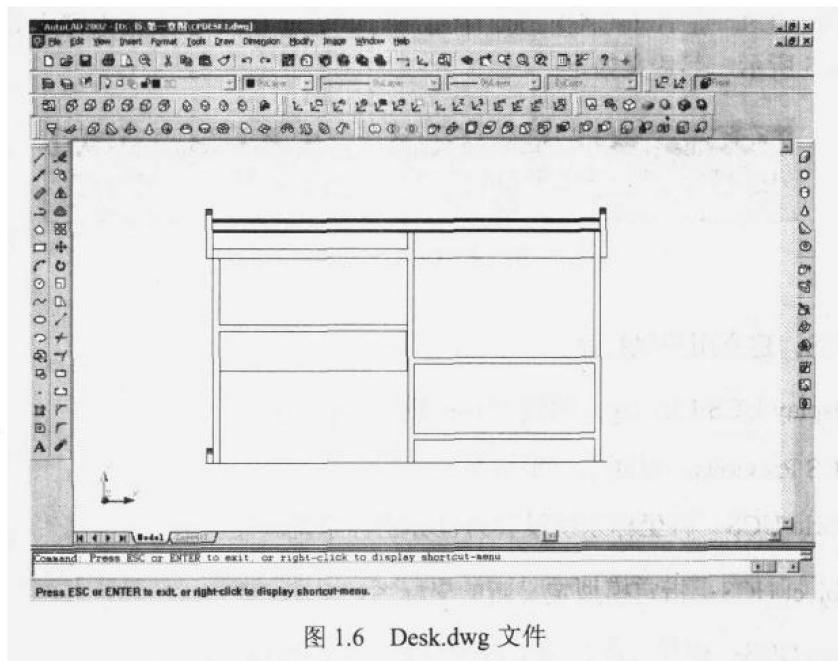

图 1.6 Desk.dwg 文件
- (1) 双击 AutoCAD 图标进入到 AutoCAD 的操作界面中。
- (2) 选择 File|Open 命令，打开光盘中的 Desk.dwg 文件，如图 1.6 所示。